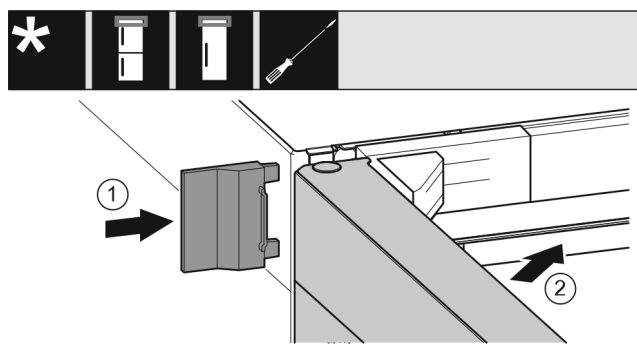

Fig. 60
- ▶ Navlecite zunanji pokrov Fig. 60 (1).
- ▶ Zaprite zgornja vrata Fig. 60 (2).